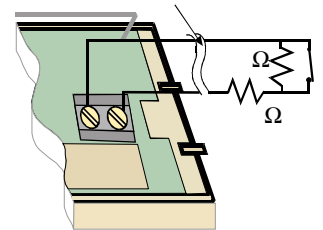

Figura 10 - Cableado típico del contacto Normalmente Cerrado (NC)
Se puede controlar un juego de Contactos Normalmente cerrados (NC) externos (vea la Figura 10). Asegúrese de que el panel soporta la condición de bucle deseada.